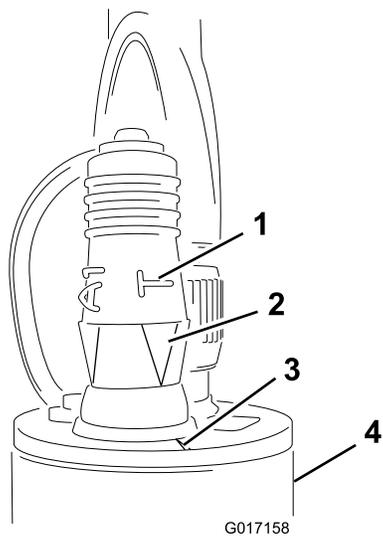

Figure 21
3. Posez la fiche de programmation sur le capteur (Figure 21).
Important: Veillez à bien aligner la flèche sous le « T » couché et le cran sur le bord supérieur du capteur (Figure 21).